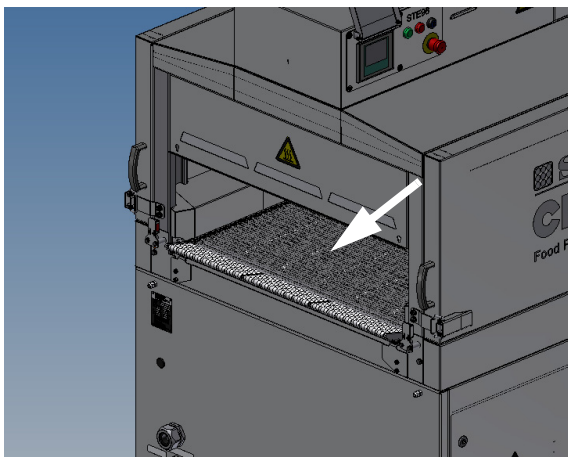

Рис. 4.1, Конвейер с сетчатой лентой
- Конвейер с сетчатой лентой (см. рис. 4-1)